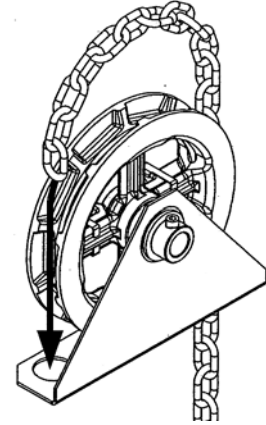

Figura 10 - Instalación de la cadena manual
1. Pasar la cadena manual a través de la polea de cadena y por medio de la guía de cadena, ver Figura 10.